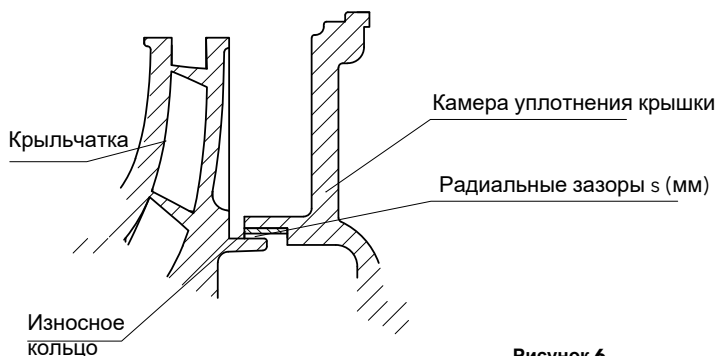

Рисунок 6
- После установки рабочего колеса и обратного выдвигного узла в спиральный корпус поверните вал и таким образом контролируйте свободное перемещение насоса. Уплотнения вала будут оказывать небольшое сопротивление при повороте, но между металлическими деталями не должно быть никакого контакта (рис. 6).